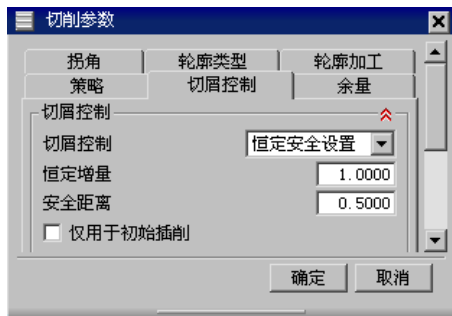

图 9.25 “切削控制”选项卡
Step3. 在“切削参数”对话框中选择 **切屑控制** 选项卡，设置图 9.25 所示的参数。